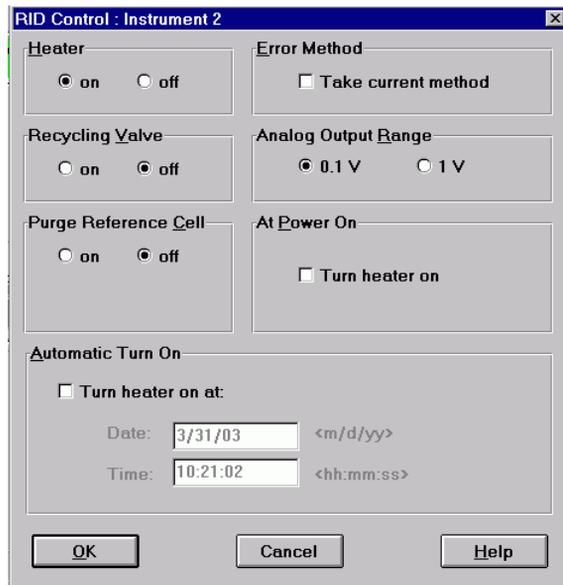

図 31 RID ベースラインチェックのコントロール
- 9 『82 ページ 図 31』 に示すように、ヒーターを [オン] にして検出器のリファレンスセルを 20 分間パージします。